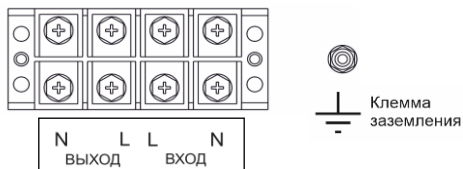

Рисунок 5. Схема подключения к клеммной колодке и клемме заземления.
- Подключить провода сети к клеммной колодке в соответствии с назначением и фазировкой (см. рис. 5);
Проверить правильность подключения изделия (см. Рисунок 5).